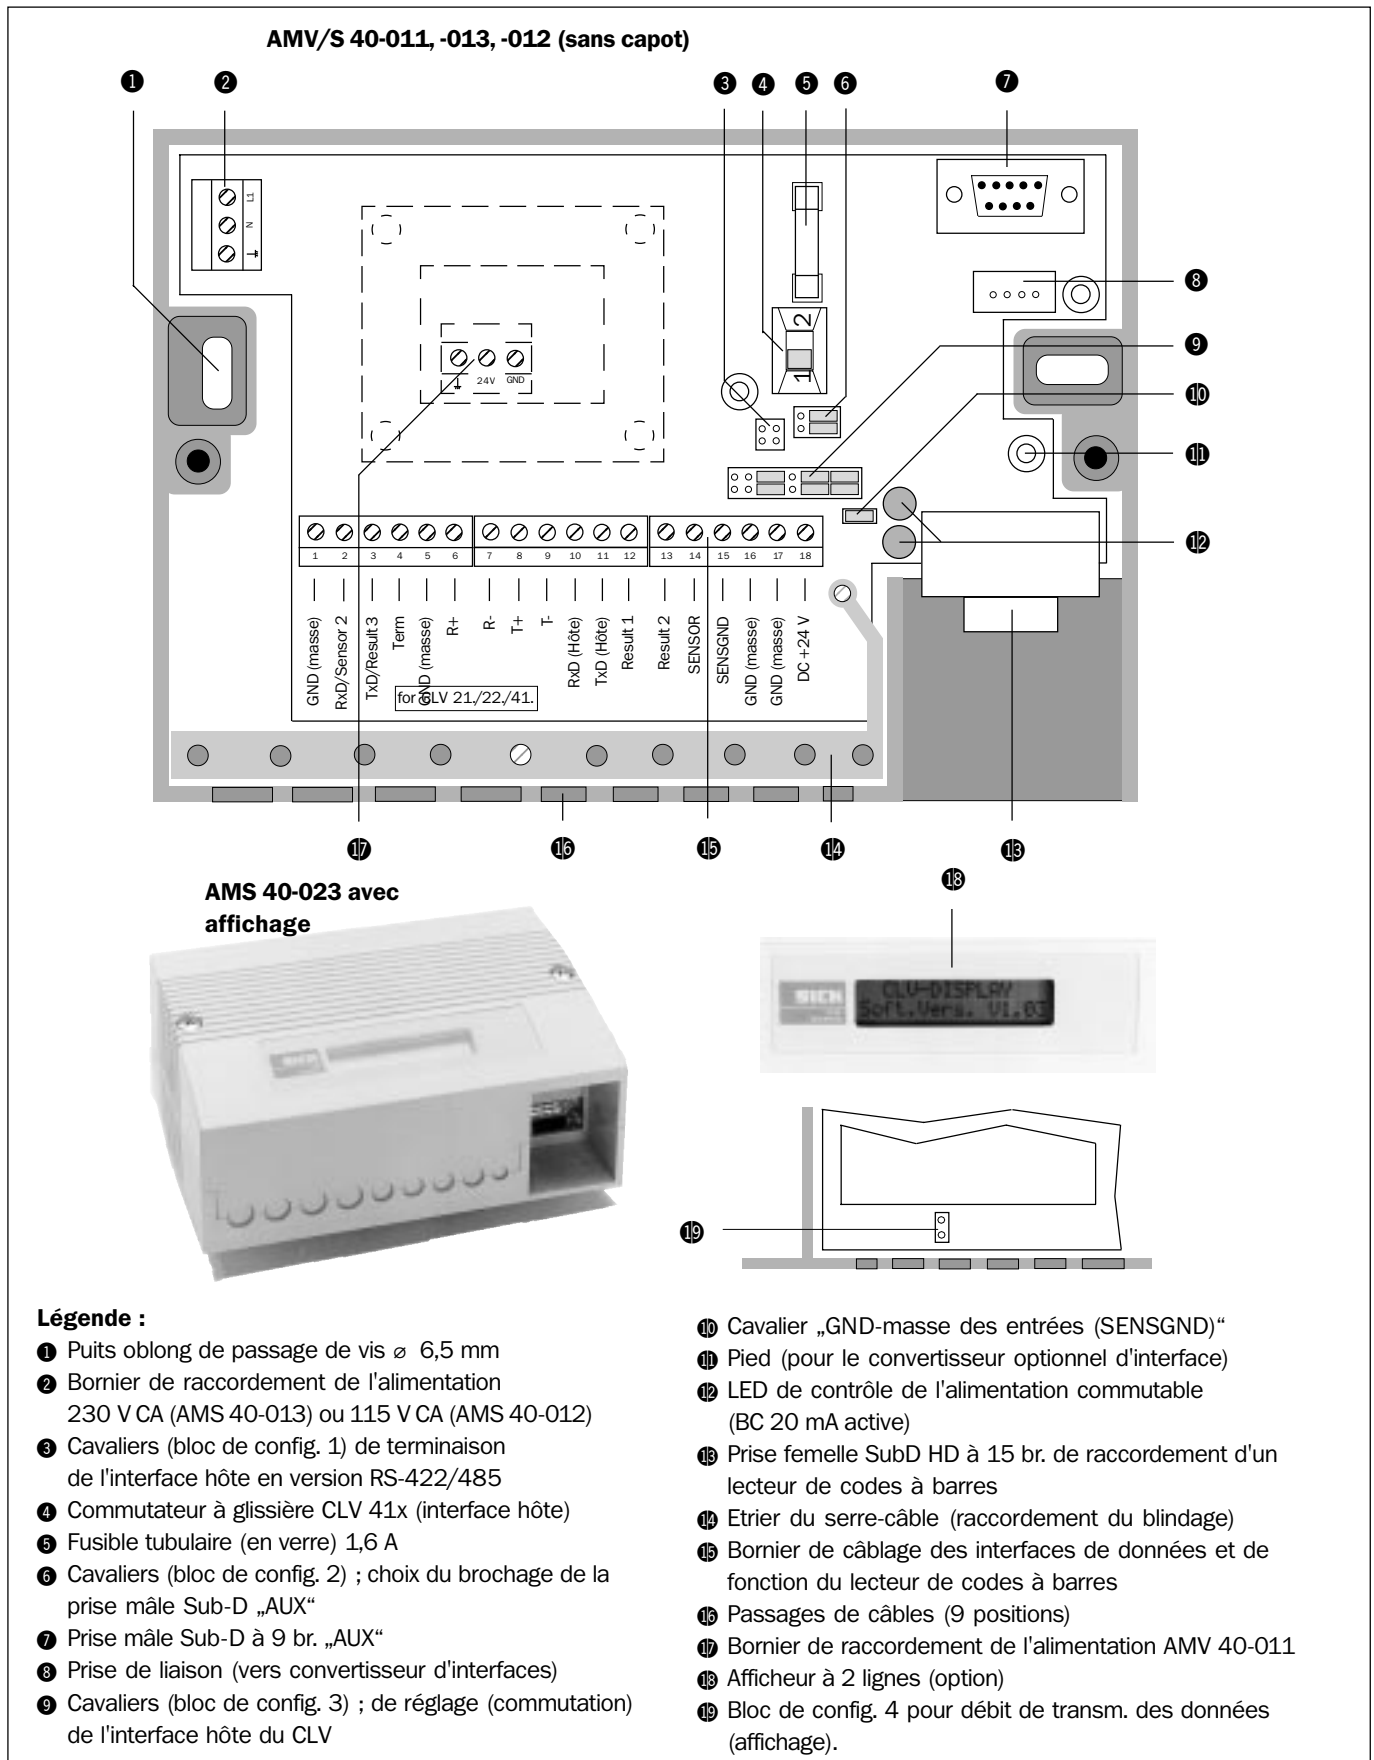
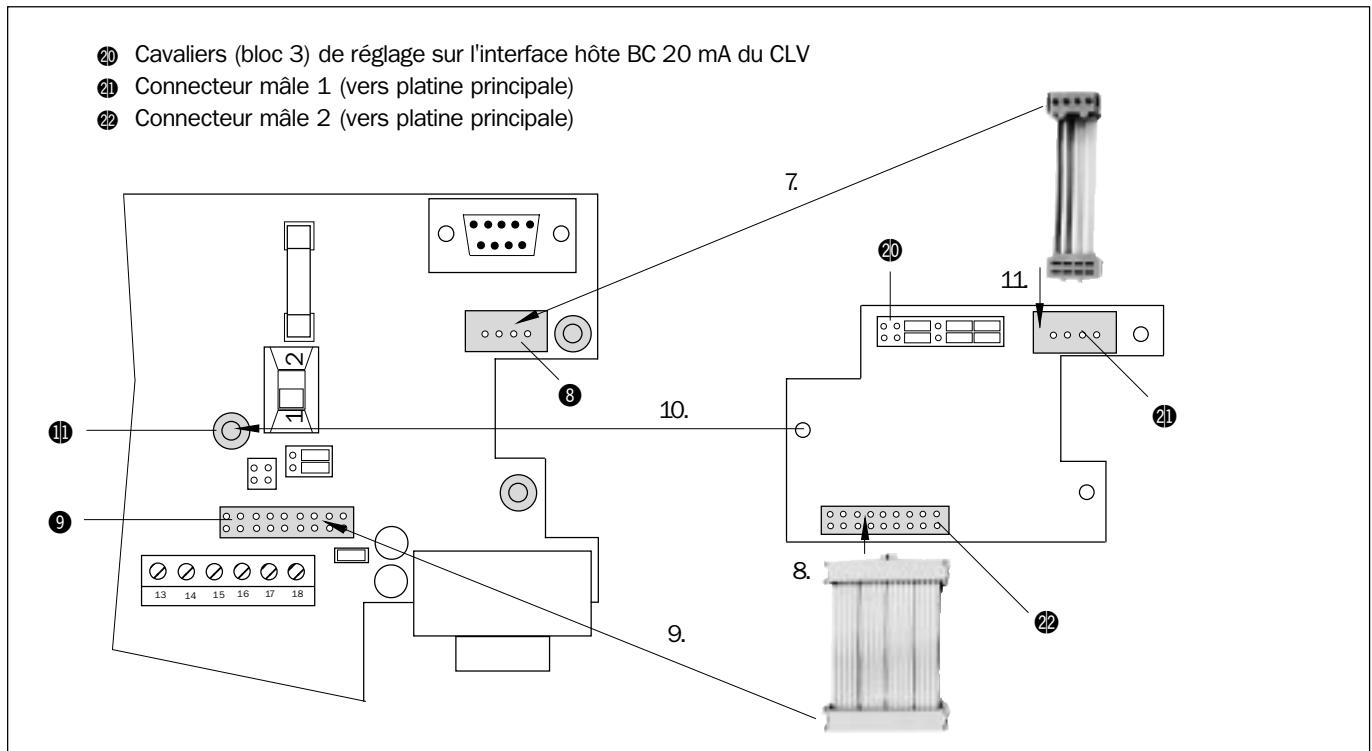

Fig. 3-2 : Architecture de l'AMV/S 40
Fig. 4-2 : Montage du convertisseur d'interfaces optionnel BC 20 mA dans l'AMV/S, pour les CLV 41x/43x/44x
6. Enlever les cavaliers [®] du bloc de configuration 3 du circuit imprimé principal (*fig. 3-2, page 8*) et avant toute autre chose les remettre dans le même ordre sur les contacts correspondants du bloc de cavaliers arrière [®] du convertisseur d'interfaces (*fig. 4-2*).
2. Fixer le boîtier. A cet effet, utiliser les puits de passage des vis ① pratiqués dans la partie inférieure du boîtier (cf. fig. 3-2, page 8).
4. Pour chacun des câbles de liaison, utiliser le passage de dimension adaptée ② sur la face avant de la partie inférieure du boîtier.